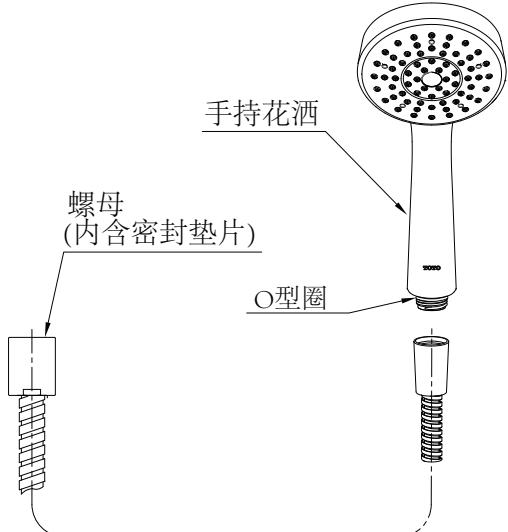

图9：淋浴软管的安装
- (1)确认螺母内有无密封垫片；
- (2)确认手持花洒有无O型圈；
- (3)将软管与水嘴部螺纹相连接,如图9所示：